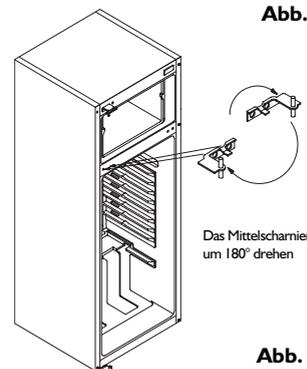

Abb. 10
9. Das Mittelscharnier um 180° drehen. Die Türen des Kühl- und Gefrierraums zusammen mit dem Mittelscharnier montieren (Schritt 2 in umgekehrter Reihenfolge). Das Mittelscharnier in Position bringen und die Schrauben festziehen (Abb. 10). Zuletzt die oberen Stopfen der Gefrierraumtür einsetzen.